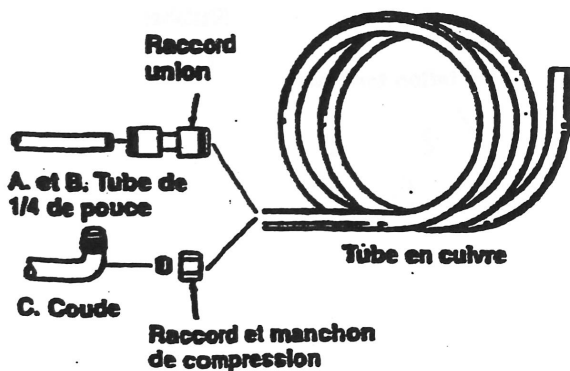

Figure 1
- Raccord à coudé mâle ou femelle de 1/4 de pouce: Couper la partie droite du tube en cuivre branché sur la valve d'eau, puis déposer le manchon à coudé. S'assurer que le tube est rond et coupé d'équerre. Brancher le tube de la valve d'eau sur le tube en cuivre fourré avec le raccord union de 1/4 de pouce x 1/4 de pouce livré avec le nécessaire. S'assurer que le tube est bien introduit dans le raccord union. Voir la Figure 1.
- Raccord de tube en cuivre de 1/4 de pouce: S'assurer que le tube est rond et coupé d'équerre. Utiliser le raccord union de 1/4 de pouce x 1/4 de pouce (fourré) pour brancher le tube de la valve d'eau sur le tube en cuivre livré avec ce nécessaire. S'assurer que le tube est bien introduit dans le raccord union. Voir la Figure 1.
- Raccord à coudé fileté: Glisser tout d'abord le raccord de compression sur le tube en cuivre, puis glisser le manchon de compression sur le tube. Introduire le tube dans le coude en s'assurant qu'il vient bien en butée dans la valve. Serrer l'écrou de compression sur la valve, mais ne pas le serrer exagérément. Voir la Figure 1.